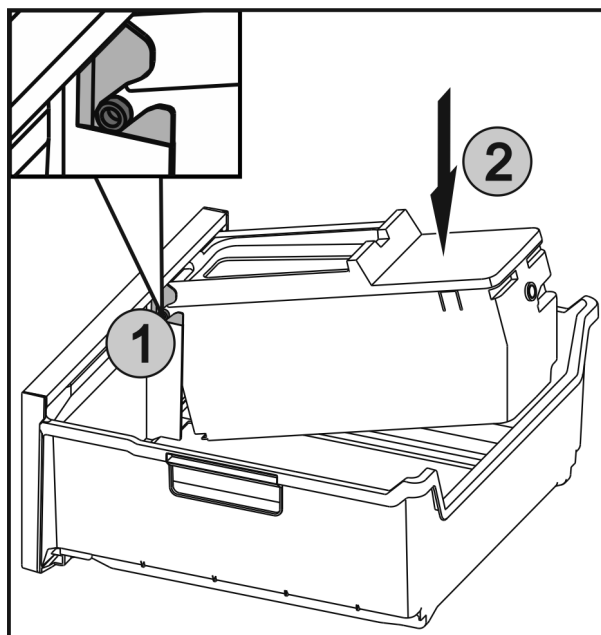

Fig. 59
- ▶ Zasuňte osy Fig. 59 (1) na EasyTwist-Ice do vedení a zatlačte zadní stranu Fig. 59 (2) tak, aby západka zaklapla.